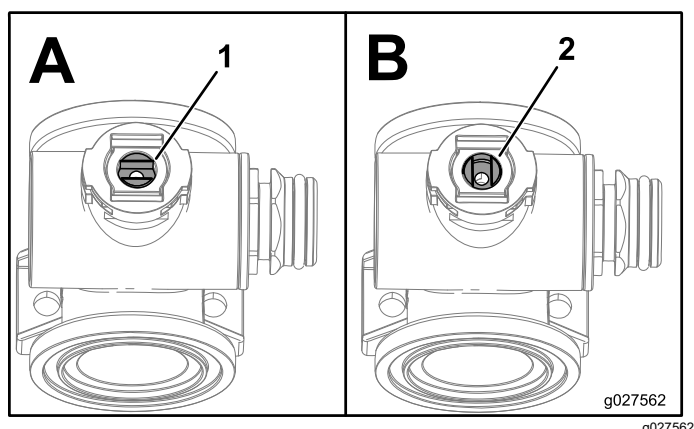

Рисунок 123
1. Расположите шток клапана таким образом, чтобы он был в закрытом положении (Рисунок 123 В).
3. Поверните шток клапана таким образом, чтобы шарик был в открытом положении (Рисунок 123А).
7. Поверните шток клапана в сборе таким образом, чтобы клапан был закрыт (Рисунок 123В).